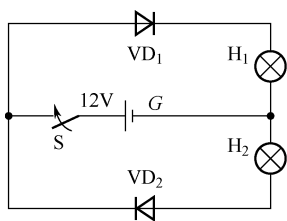

图 1-66 电路图
4. 二极管最基本的特性是\_\_\_\_\_, 如图 1-66 所示, 当开关 S 闭合后能够发光的灯泡是\_\_\_\_\_, 电路中  $VD_1$  处于\_\_\_\_\_状态,  $VD_2$  处于\_\_\_\_\_状态